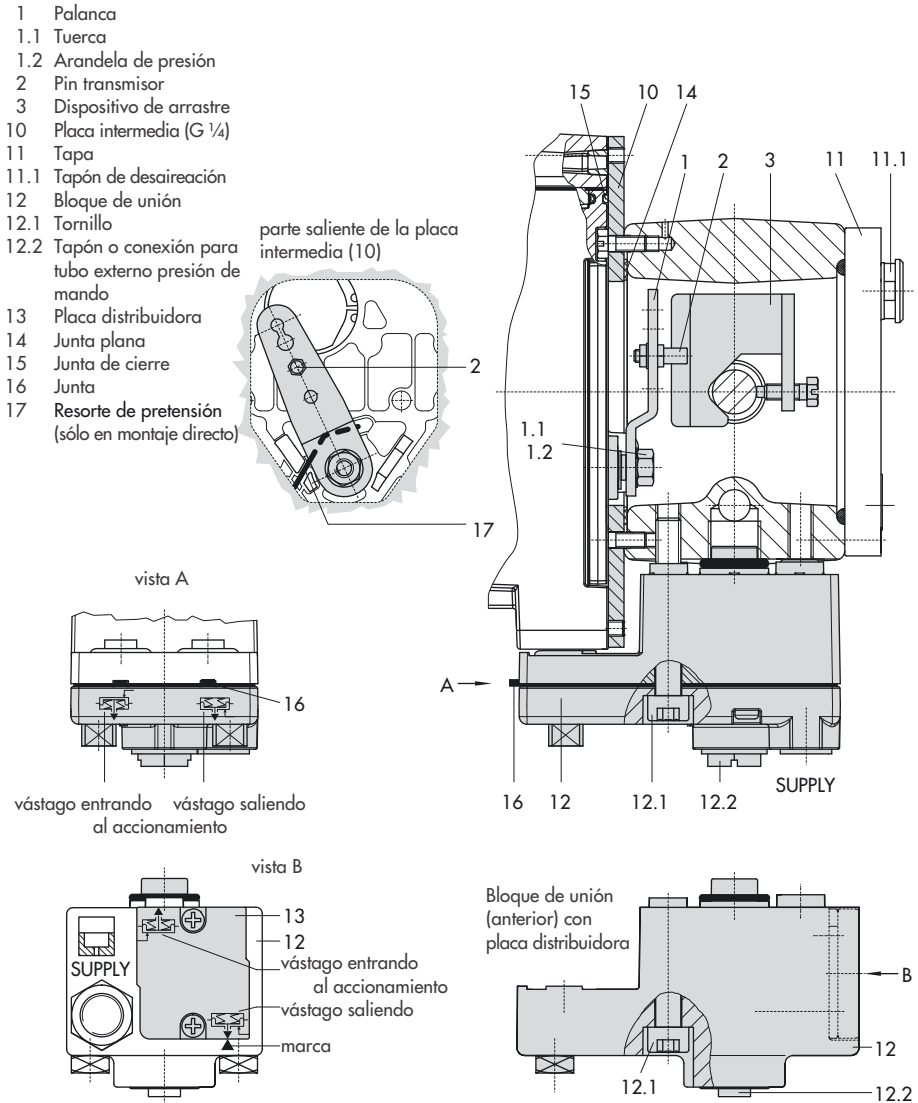

Fig. 5 - Montaje directo – conexión de la presión de mando en el accionamiento Tipo 3277 de 240, 350 y 700 cm2
1. Colocar el dispositivo de arrastre (3) en el vástago, alinearlos y fijarlos de forma que el tornillo de fijación esté bien alojado en el encaje del vástago.
2. Fijar la placa intermedia (10) con la parte saliente más estrecha (fig. 5 izquierda) hacia la conexión de la presión de mando, la junta plana (14) tiene que quedar del lado del puente del accionamiento.
3. **Accionamiento de 700 cm2:** desatornillar el pin (2) colocado en la posición **35** de la palanca M y atornillarlo en la posición **50**.
**Accionamientos de 240 y 350 cm2 con carrera de 15 mm:** el pin (2) se deja en la posición **35** (estándar).
4. Colocar la junta de cierre (15) en la ranura del posicionador, de forma que las cuatro boquillas de fijación se inserten sobre los tornillos de la caja y ambas boquillas de sujeción se inserten en los orificios de la caja.
5. Colocar el resorte de pretensión (17) por debajo de la palanca (1) a través
6. Comprobar que la lengüeta de la junta (16) lateral al bloque de unión se encuentra encima del símbolo del accionamiento que corresponde con la ejecución del accionamiento "vástago saliendo/entrando". Si es necesario, desatornillar los tres tornillos de fijación, levantar la tapa, girar la junta (16) 180° y volver a fijarlo. Con la ejecución anterior de bloques de unión (fig. 5 abajo), es necesario girar la placa distribuidora (13) hasta que la marca indique el símbolo que corresponde a la ejecución del accionamiento.
7. Montar el bloque de unión (12) con sus juntas al posicionador y fijarlo al puente de la válvula con los tornillos (12.1). En accionamientos "vástago entrando" se tiene que sacar el tapón (12.2) y montar el tubo para la presión de mando.
8. Montar la tapa posterior (11). Al hacerlo prestar atención para que una vez instalada la válvula, el tapón de desaireación (11.1) apunte hacia abajo, para asegurar una evacuación de posibles condensados.